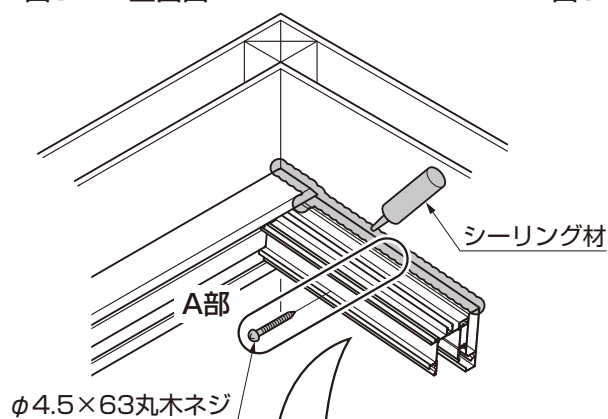

図6-16
- ① 妻垂木側面材を垂木に固定しない仮組状態にして垂木を垂木組付金具に、【1-9】で取付けてください。(図6-16参照)